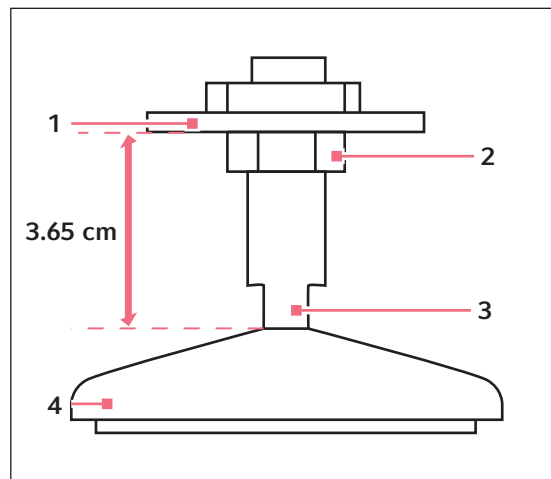

Рис. 6-2: Регулируемая ножка (момент поставки)
1. При каждой регулировке ножки фиксируйте гаечным ключом верхнюю контргайку на приборе во избежание выпадения резьбовой шпильки (см. рис. 6-2 на стр. 23).